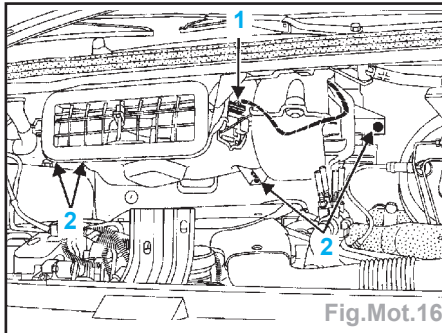

Fig.Mot.16
- le connecteur (1) du bloc de chauffage (Fig.Mot.16).